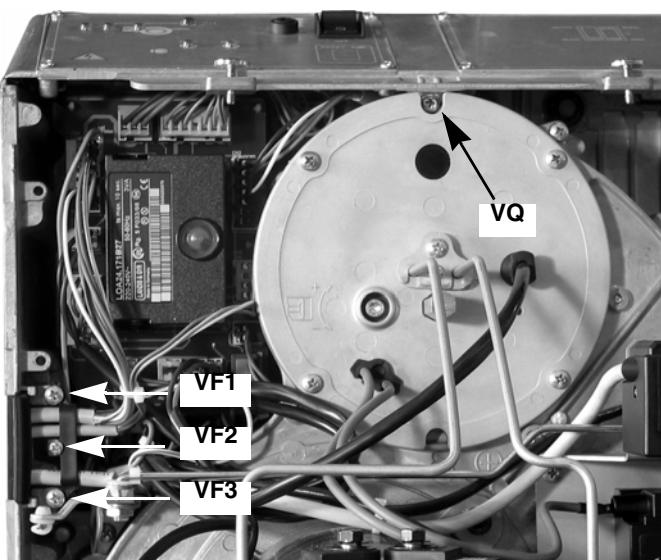

Fig. 37
- 1 Quite el tornillo VQ que bloquea el cuadro al soporte del cabezal de combustión del quemador (Fig. 37).
- 2 Quite los tornillos VF1 y VF3 de la juntura del sujetador de cable; los cables quedarán en su lugar porque están fijados por el sujetador fijado por el tornillo VF2 (Fig. 37).